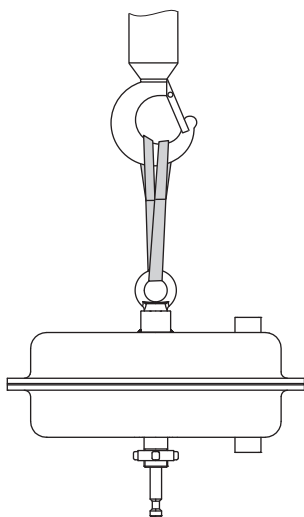

Fig. 3 : Point de levage sur le servomoteur
1. Fixer une élingue à l'anneau ou au crochet de levage du servomoteur et au support (par ex. un crochet) de la grue ou du chariot élévateur, cf. Fig. 3.
La société SAMSON recommande d'utiliser un crochet à fermeture de sécurité comme support (cf. Fig. 3). La fermeture de sécurité empêche le dispositif d'arrimage de glisser hors du crochet lors du levage et du transport.